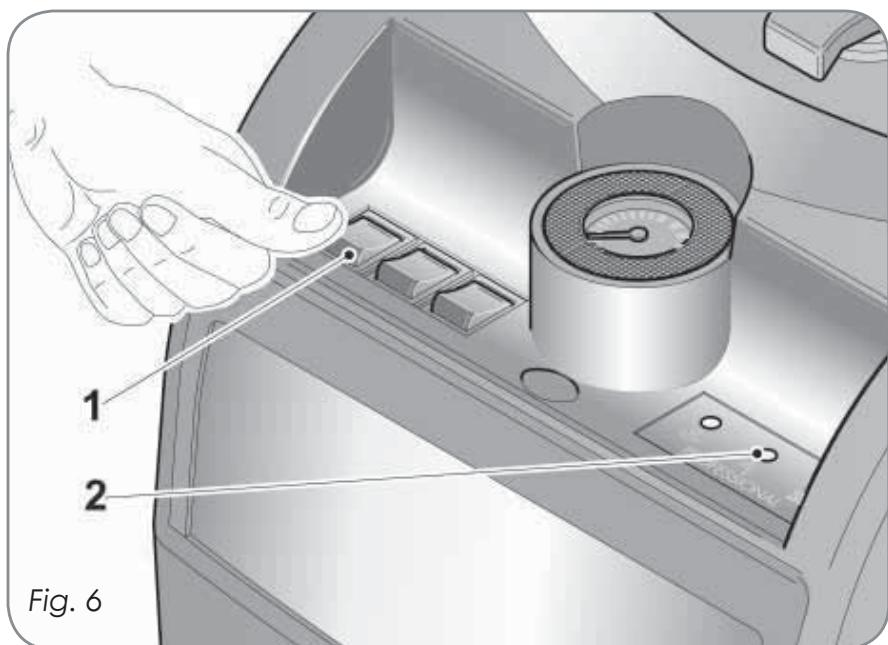

Fig. 6
Accendere la macchina agendo sull'interruttore generale posto sul lato del pannello comandi. (Il tasto premuto si illumina - 1 Fig. 6)
Durante il caricamento di acqua nella caldaia, la spia (2 - Fig. 6) e il segnale acustico si spengono.
- Qualora dovesse scoprirsì la sonda di livello posta nella tanica durante la fase di caricamento, il sistema blocca immediatamente le funzioni di carica e la spia di segnalazione (2 fig. 6) si accende lampeggiante con l'intervento della segnalazione acustica intermittente.
- Ogni qualvolta la sonda di livello tanica rileva la mancanza acqua, il sistema blocca immediatamente le funzioni di carica e la spia di segnalazione (2 fig. 6) si accende lampeggiante con l'intervento della segnalazione acustica intermittente.
**- ATTENZIONE !** Se durante la fase di normale caricamento la sonda di livello caldaia rimane scoperta per più di **3 min.** consecutivi il sistema provvede a disabilitare le funzioni di riscaldamento e di caricamento, la spia passa dallo stato acceso allo stato lampeggiante con l'inserimento del segnale acustico. A questo punto occorre resettare il generatore spegnendo e riaccendendo l'interruttore generale di alimentazione (1 fig. 6).